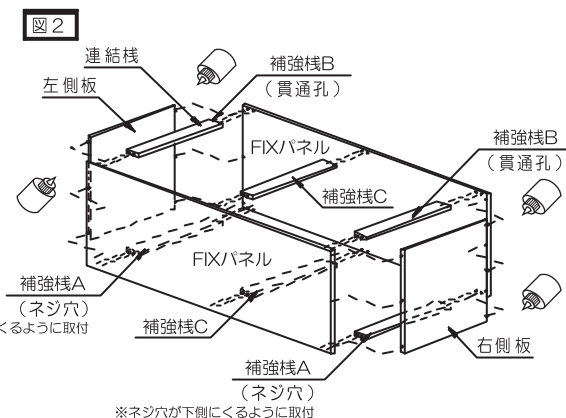

図1
・FIXパネルのダボ穴に接着剤を入れてください。（図1・2）
- 本体に調整パネルを調整パネル連結ボルトで取り付けてください。(図1、図2)
- 本体にフィラーBOXを連結ボルトで取り付けてください。(図1、図2)
- フィラーBOXの側板にシャフトを取り付け調整パネルの棚受カップと組み合わせて設置してください。(図1)